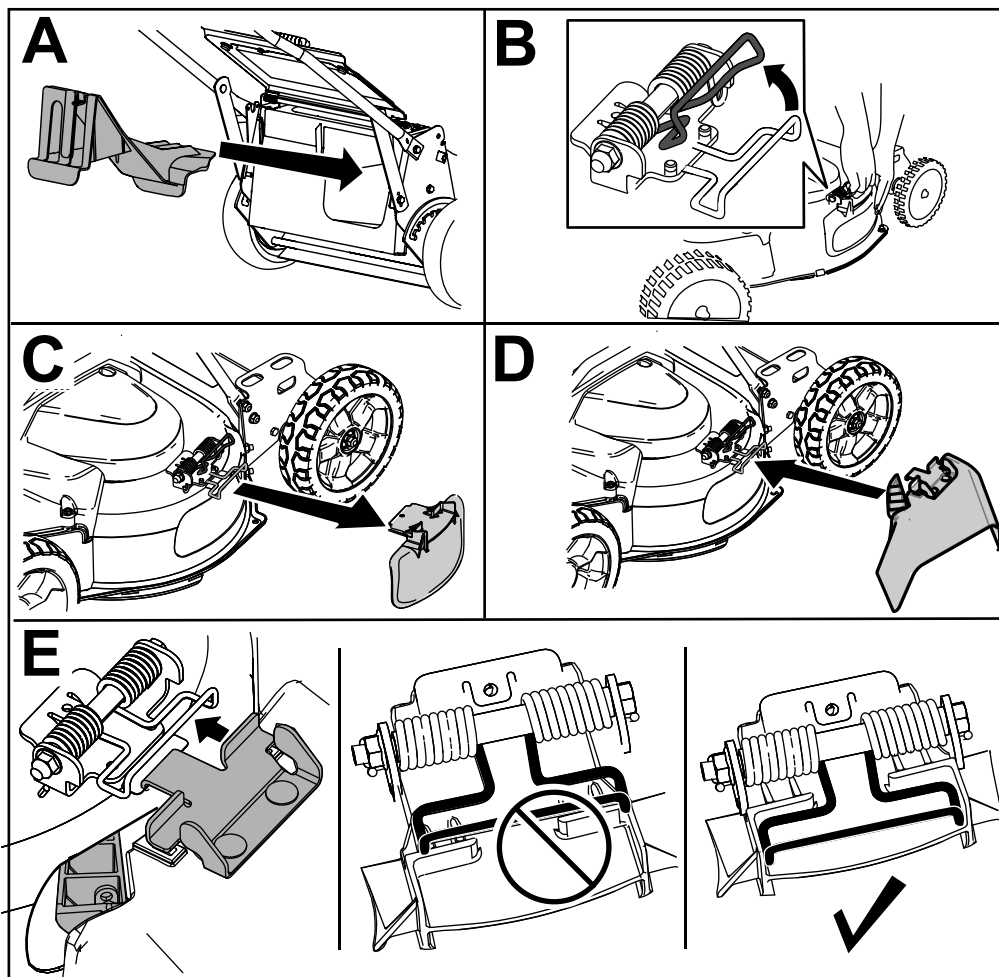

Figure 22
3. Insérez l'obturateur d'éjection arrière (A de Figure 22).
4. Déposez le déflecteur d'éjection latérale en tirant sur le ressort qui le maintient en place (C et C de Figure 22).
5. Pour monter la goulotte d'éjection latérale, tirez sur le ressort, placez la goulotte sur l'ouverture et abaissez le ressort sur les pattes en haut de la goulotte (D et E de Figure 22).